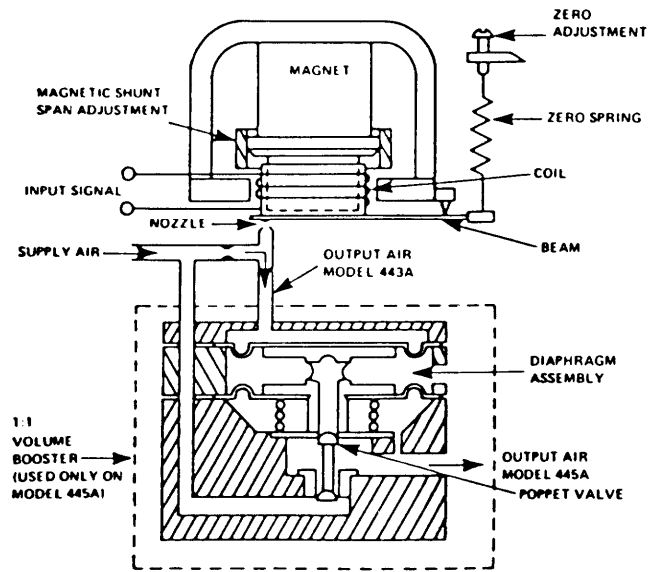

Figure 4-1. DIAGRAM OF OPERATION
4.1 PRINCIPLE OF OPERATION (See Figure 4.1)